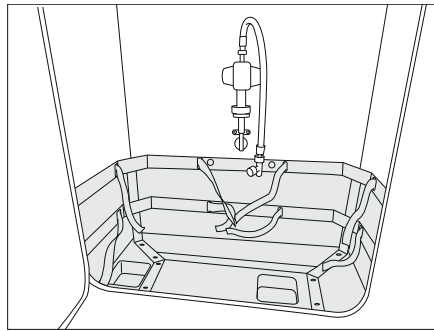
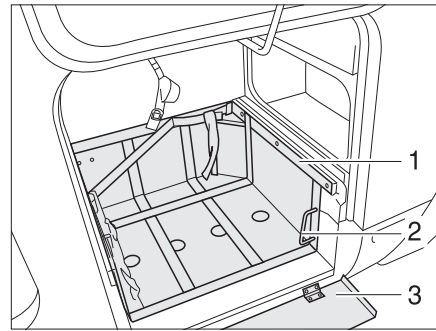

Fig. 169 Compartiment à gaz
Fig. 170 Compartiment à gaz, avec coulisseau extractible (variante 1)
- Si une tôle de protection (Fig. 170,3) est présente, la rabattre vers le bas.
- Déverrouiller le coulisseau (Fig. 170,1) au moyen de la poignée (Fig. 170,2).
- Retirer à fond le coulisseau (Fig. 170,3).
- Faire revenir la poignée (Fig. 170,2) dans sa position initiale.
- Déverrouiller le coulisseau (Fig. 170,3) au moyen de la poignée (Fig. 170,2).
- Enfoncer à fond le coulisseau (Fig. 170,3) et faire revenir la poignée (Fig. 169,2) dans sa position initiale.
- Si une tôle de protection (Fig. 170,1) est présente, la rabattre vers le haut.